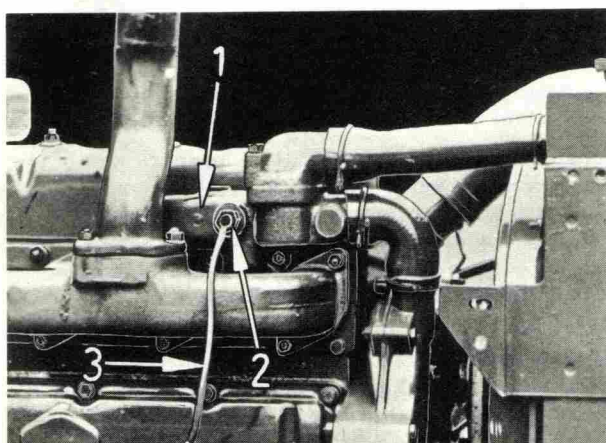

Fig. 61 - Collecteur d'eau et prise de température
La prise de température (2, Fig. 61), située à l'extrémité arrière du collecteur d'eau transmet la température du liquide de refroidissement au thermomètre placé dans l'indicateur combiné. En cas de défaut de lecture à l'instrument, vérifier en premier lieu le branchement des fils (4) et leur bon isolement.